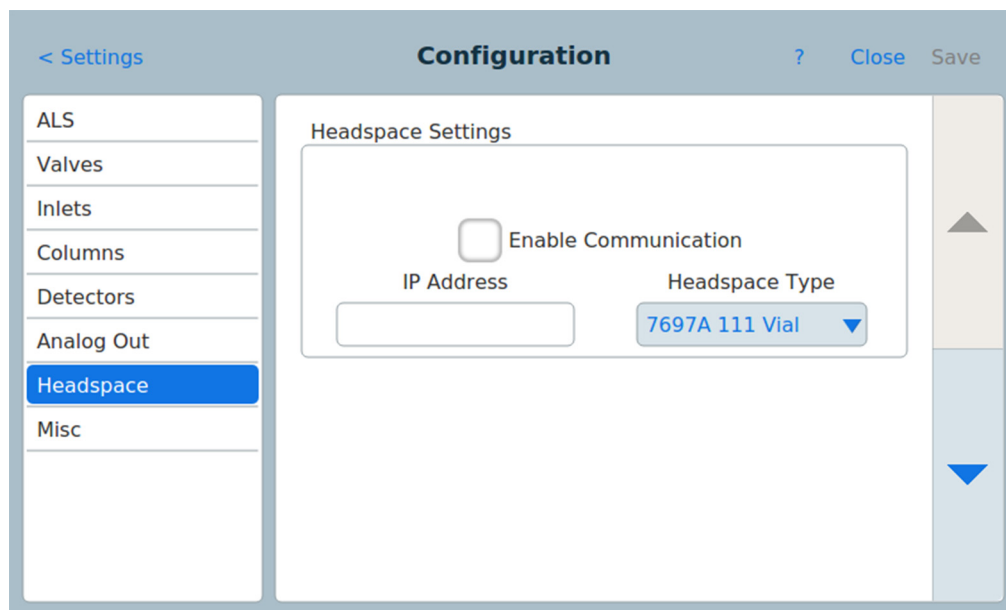

Figura 60 Pagina impostazioni per spazio
- 3 Premere il tipo di dispositivo **Headspace** dall'elenco a sinistra della pagina. Le proprietà per il tipo di dispositivo selezionato appaiono a destra della pagina. Vedere Figura 60.